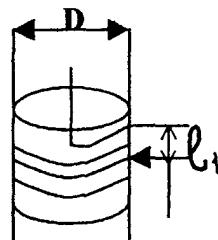

Рис.2
7. Определите диаметр обмотки  $d$ , для этого: 1) измерьте длину включенной части обмотки реостата  $l_1$ ; 2) подсчитайте число витков включенной части  $n$  (рис.2); 3) вычислите диаметр обмотки  $d = l_1 / n$ . (в метрах).
9. Определите длину  $l$  включенной части обмотки реостата. Для этого измерьте диаметр корпуса реостата  $D$ ;  $l = \pi Dn (m)$  (рис.2).